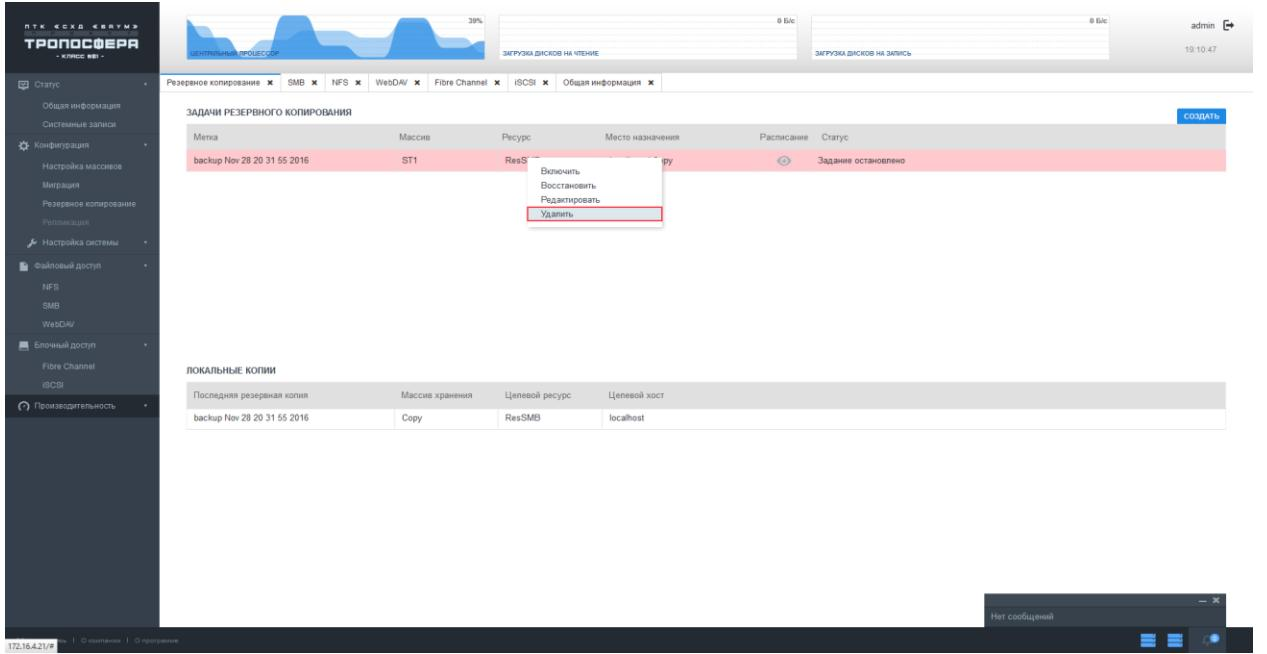

Рисунок 57 – Удаление резервной копии
- 2) В области «Задачи резервного копирования», по щелчку правой кнопкой мыши на необходимой резервной копии, в выпадающем меню выбрать пункт «Удалить» (см. Рисунок 57).